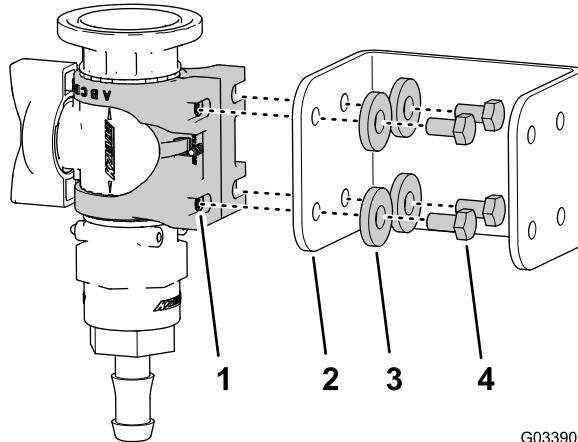

Figure 28
- 3. Montez le support de vanne sur la patte de fixation de la vanne de commande (Figure 28) à l'aide de 4 boulons (6 x 12 mm) et 4 rondelles plates ; serrez les boulons à un couple de 10 à 12 N·m.